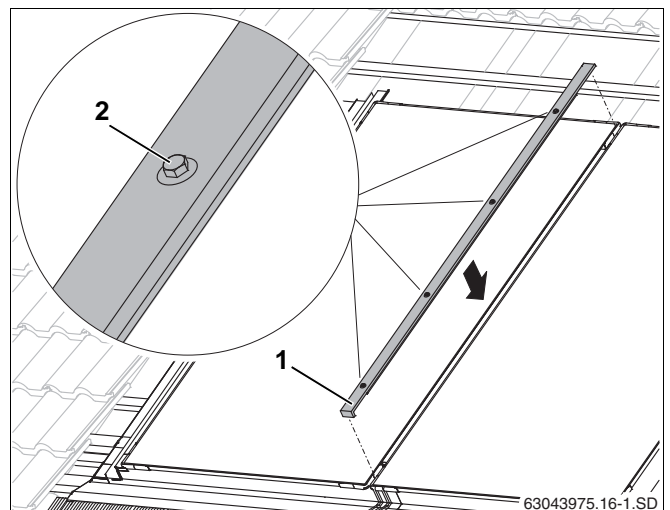

Fig. 50 Midter-dækliste
- ▶ Tryk dæklisten (fig. 50, **pos. 1**) med ombukningen nedad ind i mellemrummet mellem de to solfangere, og placer den i midten.
- ▶ Stram skruerne (fig. 50, **pos. 2**) med hånden med nøgle SW8 ved at starte nedefra.